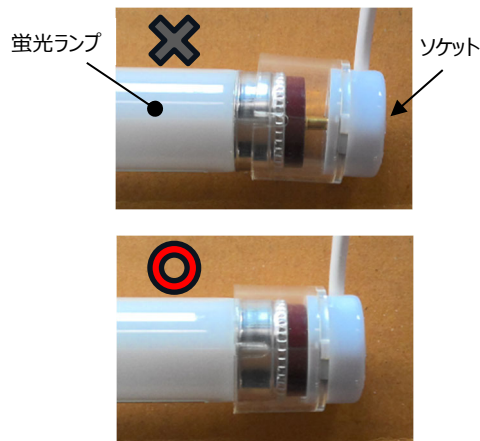

図 3. ソケットの装着
- ソケットの確実な装着：ソケットと蛍光灯が隙間なく装着されていることを確認してください。（図 3）